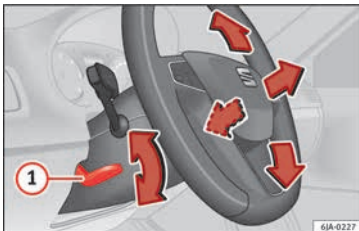

Abb. 14 Hebel auf der linken unteren Seite der Lenksäule.
Lenkradposition einstellen: Ziehen Sie den Hebel » **Abb. 14** ① nach unten, bringen Sie das Lenkrad in die gewünschte Position und schieben Sie den Hebel wieder nach oben, bis er seine Verriegelungsposition erreicht.